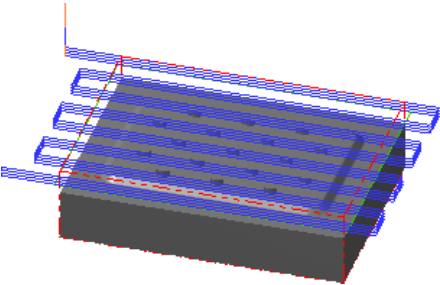

图 25.10 刀具路径
Step11. 单击“2D 刀具路径 - 平面铣削”对话框中的  按钮，完成加工参数的设置，此时系统将自动生成图 25.10 所示的刀具路径。